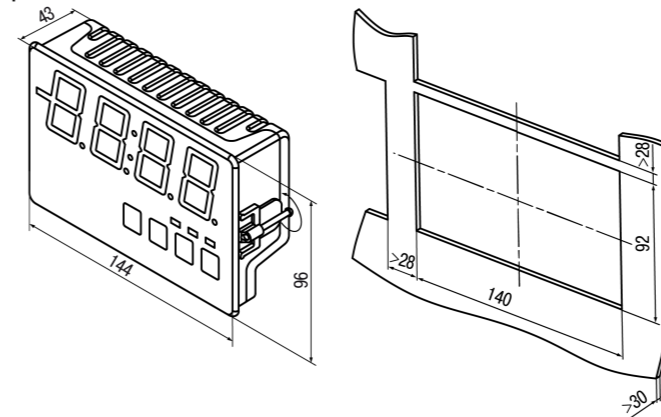

Рисунок 1 – Габаритные размеры корпуса Щ8
1. Подготовить на щите управления монтажный вырез для установки прибора (см. рисунок 1).